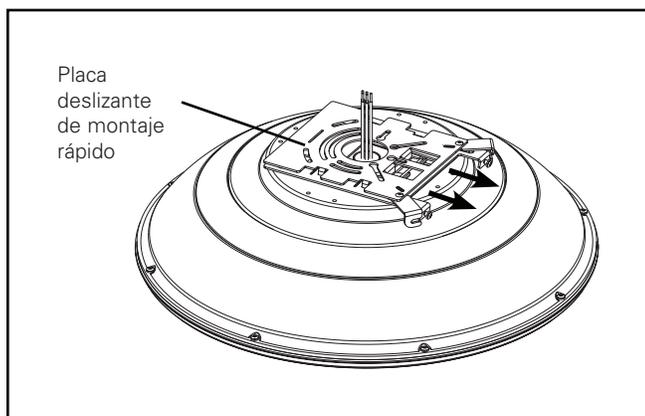

Figura 2.
2. Deslice hacia adelante la placa de montaje rápido hasta soltarse de la carcasa (Figura 2).